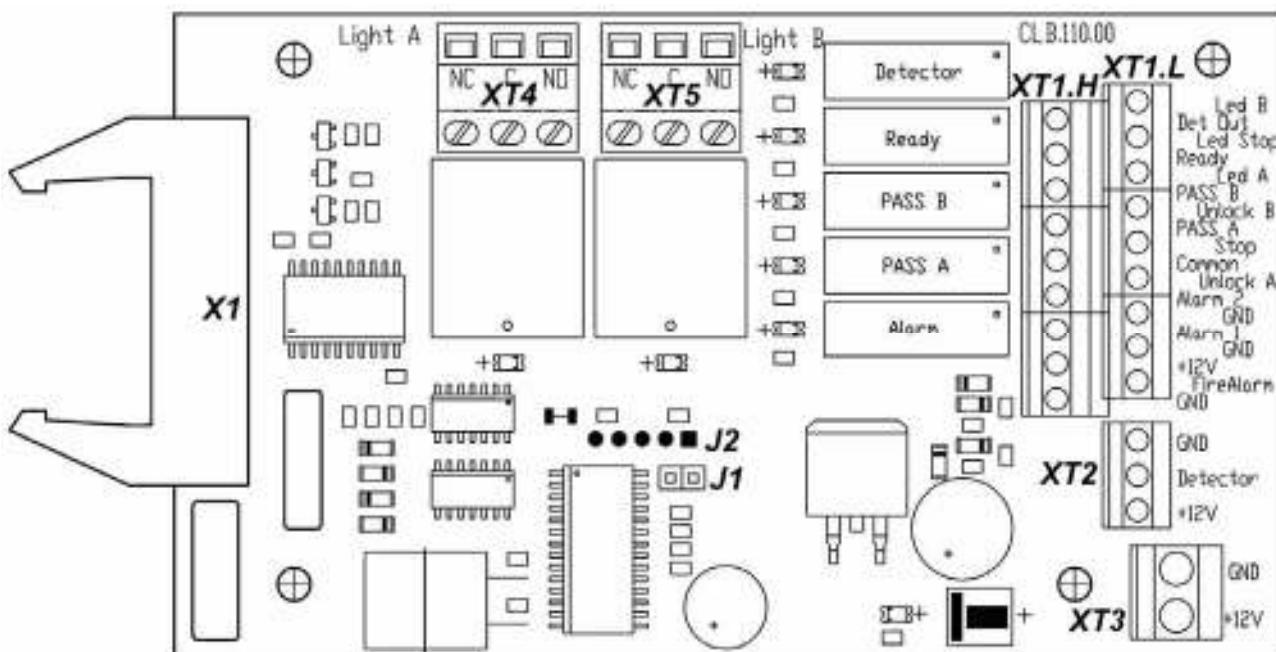
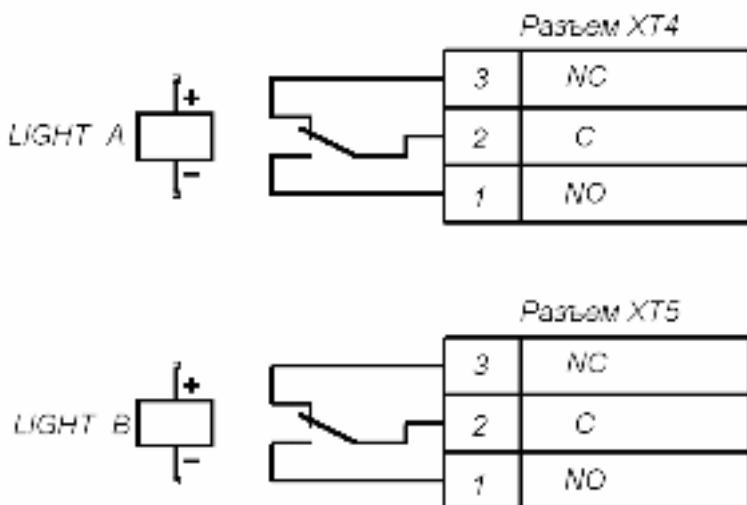

Рисунок 5. Внешний вид платы CLB
Рисунок 9. Выходные каскады для Light A и Light B
ПДУ подключается к плате CLB гибким многожильным кабелем (11) через клеммную колодку **XT1.L** (см. рис. 5 и 12).
Изменить ориентацию ПДУ относительно установки турникета (если по месту установки турникет обращен к оператору не лицевой, а тыльной стороной) можно, поменяв местами провода от ПДУ, подключаемые на контакты *Unlock A* и *Unlock B*, а также *Led A* и *Led B* соответственно (см. рис. 5 и 12).
На плате CLB (см. рис. 5) расположены:
Подключение указанных устройств производится с помощью кабеля (11) к соответствующим клеммным колодкам **XT1.L** и **XT1.H** платы CLB в соответствии со схемой электрических соединений (см. рис. 5 и 12).
Обозначения установленных на плате CLB клеммных колодок и назначение их контактов показаны на рис. 5.
Факт срабатывания / отпускания реле **PASS A**, **PASS B**, **Ready**, **Detector** и **Alarm** можно определить по загоранию/гашению красных индикаторов, которые установлены вблизи указанных реле (см. рис. 5).
Режим управления определяется наличием перемычки на разъеме **J1** (расположение разъема **J1** показано на рис. 5: перемычка установлена – импульсный режим управления, перемычка снята – потенциальный режим управления). При поставке перемычка установлена.
Подключение ДКЗП производится к клеммной колодке **XT2**, а сирены – к клеммной колодке **XT1.H** платы CLB согласно схеме электрических соединений (рис. 5 и 12). ДКЗП должен иметь нормально-замкнутые контакты.
На контакты *Det Out* и *Common* клеммной колодки **XT1.H** платы CLB (рис. 5) всегда транслируется сигнал о текущем состоянии ДКЗП.
Подключение устройства, подающего команду аварийной разблокировки, производится к клеммной колодке **XT1.L** платы CLB согласно схеме электрических соединений (см. рис. 5 и 12). Если вход *Fire Alarm* не используется, то необходимо установить перемычку между контактами *Fire Alarm* и *GND*. При поставке данная перемычка установлена.
Выносные индикаторы подключаются на клеммные колодки **XT4** (**Light A**) и **XT5** (**Light B**). При этом реле **Light A** (**Light B**) активизировано (на его обмотку подано напряжение), когда горит соответствующая данному направлению прохода зеленая стрелка на блоке индикации, и нормализовано (на его обмотку напряжение не подано), когда соответствующая данному направлению прохода зеленая стрелка на блоке индикации не горит. Факт срабатывания / отпускания реле **Light A** и **Light B** можно определить по загоранию / гашению красных индикаторов, которые установлены вблизи указанных реле (см. рис. 5). Выходные каскады для сигналов **Light A** и **Light B** – перекидные контакты реле (см. рис. 9) со следующими характеристиками сигналов: